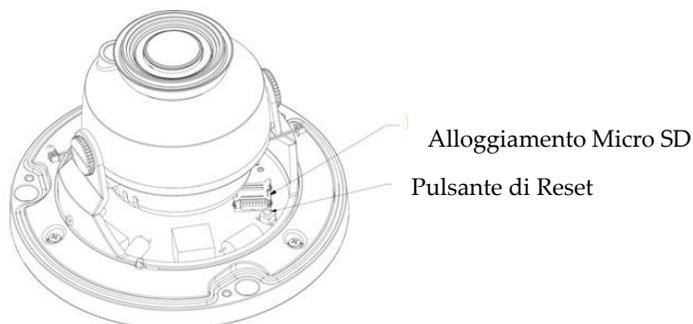

Figura 2-3
Installare la scheda SD, come mostrato in Figura 2-3.
- Se il dispositivo deve essere ripristinato all'impostazione predefinita di fabbrica premere il pulsante "Reset" mostrato nella Figura 2-3 per 10 secondi quando il dispositivo è acceso